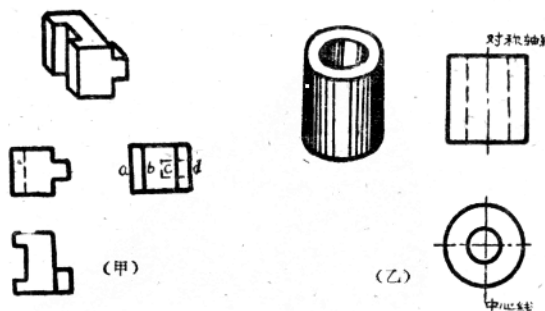

图24
1. 在零件上，眼睛能够直接看得见的轮廓，用粗实线来表示。如图24（甲）a、b、c、d等都是能直接看到的轮廓线。
2. 在零件后面，或是当中凹进的部分，如图24（甲）后面凸出的一块，图24（乙）圆筒里的轮廓，眼睛不能直接看到的，要用虚线来表示。
时，用一根点划线表示，叫对称轴线。又表示圆面的中心，用两根成垂直的点划线，叫中心线。如图24（乙）主视图及俯视图所表示的。